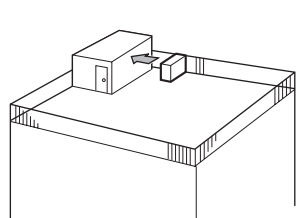

Fig. 2-3
- ① Positionner la sortie d'air vers le mur le plus proche et à environ 500 mm, 19-11/16 inch de celui-ci. (Fig. 2-3)